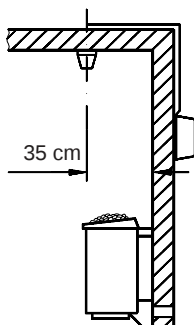

Рис. 9
2. Вкрутите один из шурупов в верхнее среднее крепежное отверстие (Рис.9). На этот шуруп навешивается контроллер. Поэтому шуруп должен выступать приблизительно на 3 мм (Рис. 3.2)